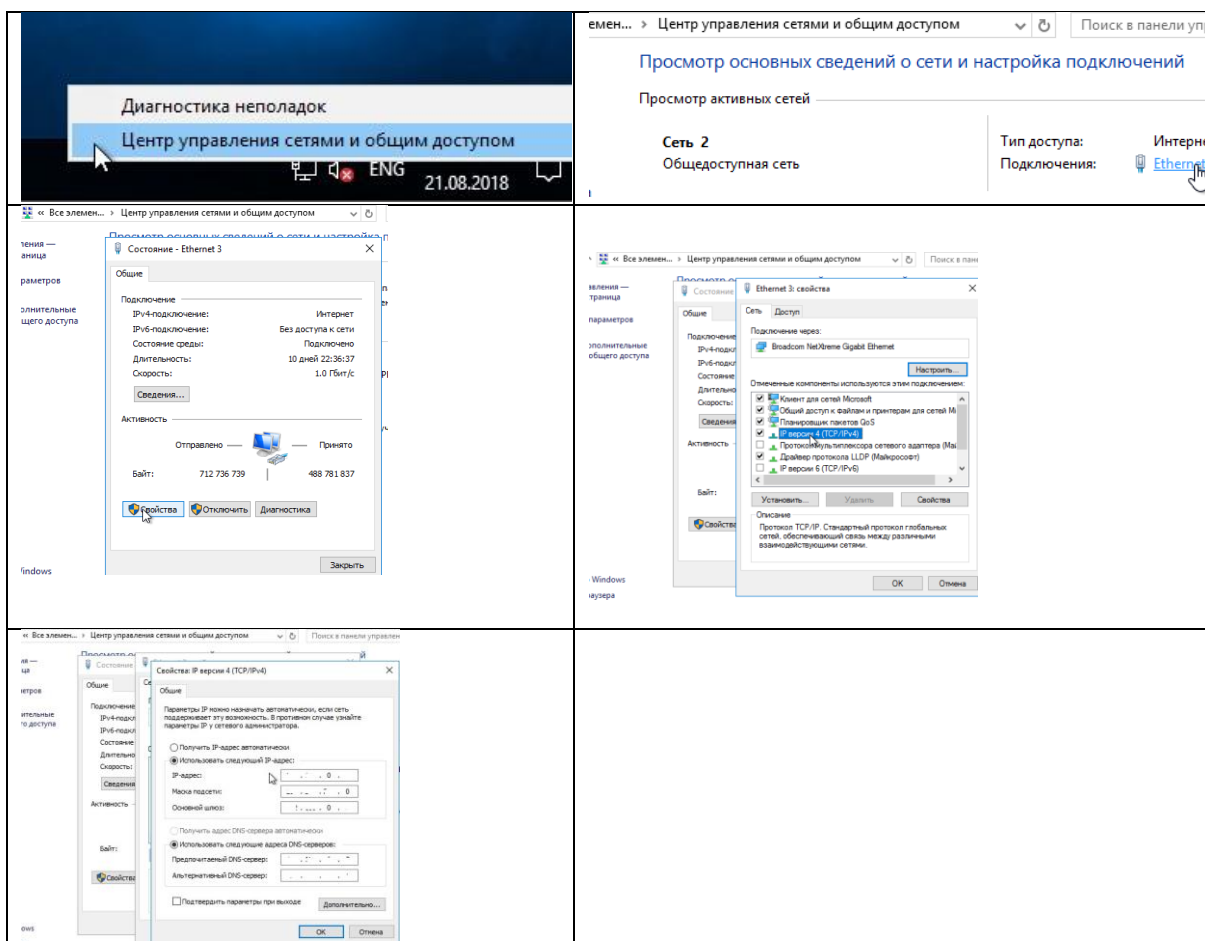

Рисунок 4 Настройки сетевой платы
- 1) Указать в настройке сетевой платы адрес, полученный от участника оборота товаров (заранее или на объекте), [Рисунок 4].